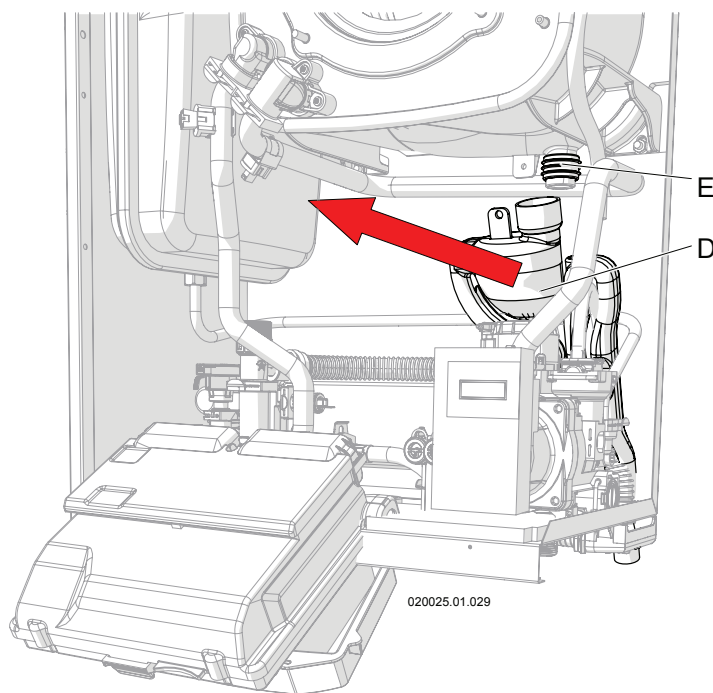

Figura 8-9 - Smontaggio sifone raccogli condensa
- 6.- sfilare verso il basso il serbatoio "D" facendo attenzione al fatto che esso è pieno di acqua di condensa e potrebbe uscire (Figura 8-9);
- 7.- estrarre verso l'esterno il sifone (Figura 8-9) facendo attenzione a scollegare i tubi di raccolta dell'acqua proveniente dalla parte superiore dell'apparecchio e dalla valvola di sfogo aria;